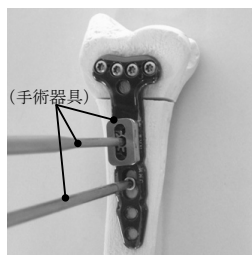

図 2
- ② 骨折部の近位側にある 2 つの長穴部の骨にスクリューを固定するためのドリリングを行い、プレートがスライドできる程度に長穴部にスクリュー（OSR2-CS-2.7）を 1 本仮固定する。
- ③ スクリューを仮固定していない側の長穴にプレート移動調整器具を装着し、その器具を操作することによりプレートを移動させ、プレートの固定位置を調節した後、上記②で仮固定した長穴部のスクリューを固定する（図 2）。
- ④ 長穴部の近位側の丸穴部をドリリングし、ロッキングスクリュー（OSR2-LS-2.7）で固定する。
- ⑤ プレート移動調整器具を使用した側の長穴部をスクリュー（OSR2-CS-2.7）で固定する。